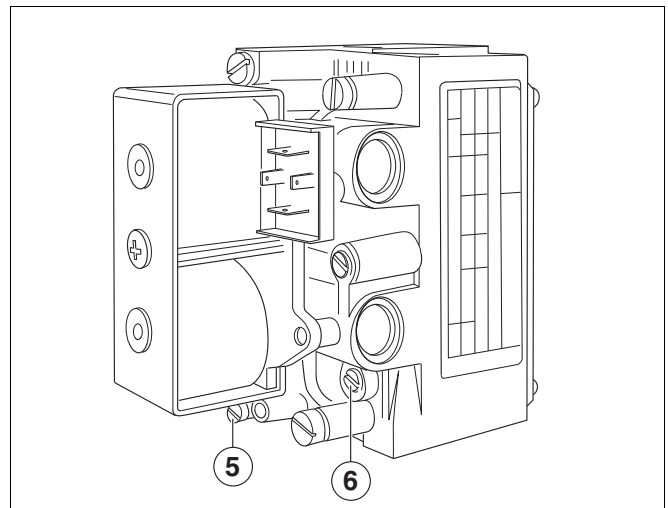

Fig. 5 Valvulería del quemador de gas SIT 830 Tandem
- Retirar el capuchón protector de la apertura de ventilación (fig. 5).
- Coloque el interruptor de servicio en la posición I (ON).
- Aproximadamente 10 segundos después de que se haya abierto la valvulería escuchará un suave cliclea la presión en el manómetro para tubos en V y, girando el tornillo de la presión de inicio hacia la dirección de más o menos, ajuste la presión (fig. 5).